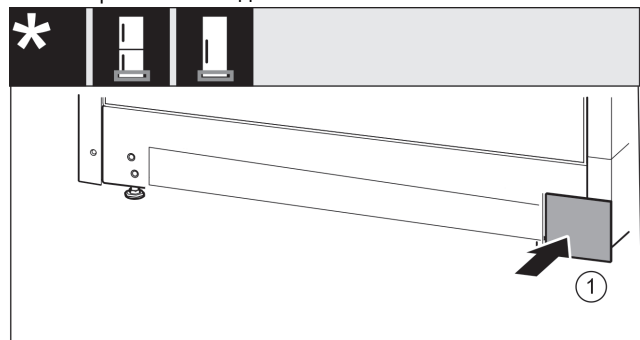

Fig. 20
- ▶ Снова установите крышку Fig. 20 (1) с другой стороны.